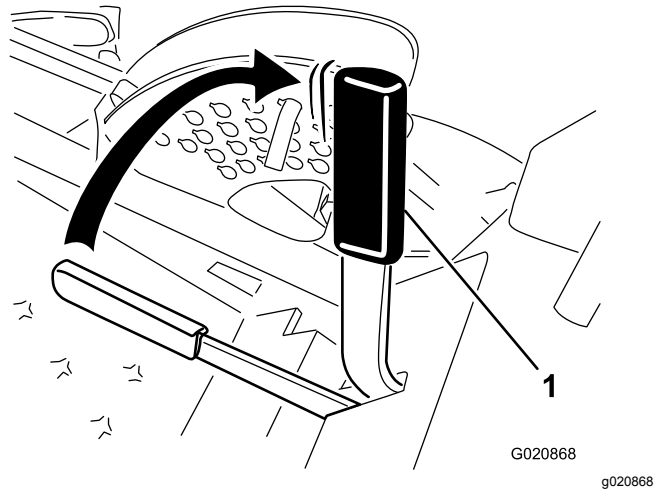

Figura 14
2. Tire de la palanca del freno de estacionamiento hacia arriba y hacia atrás para poner el freno (Figura 14).